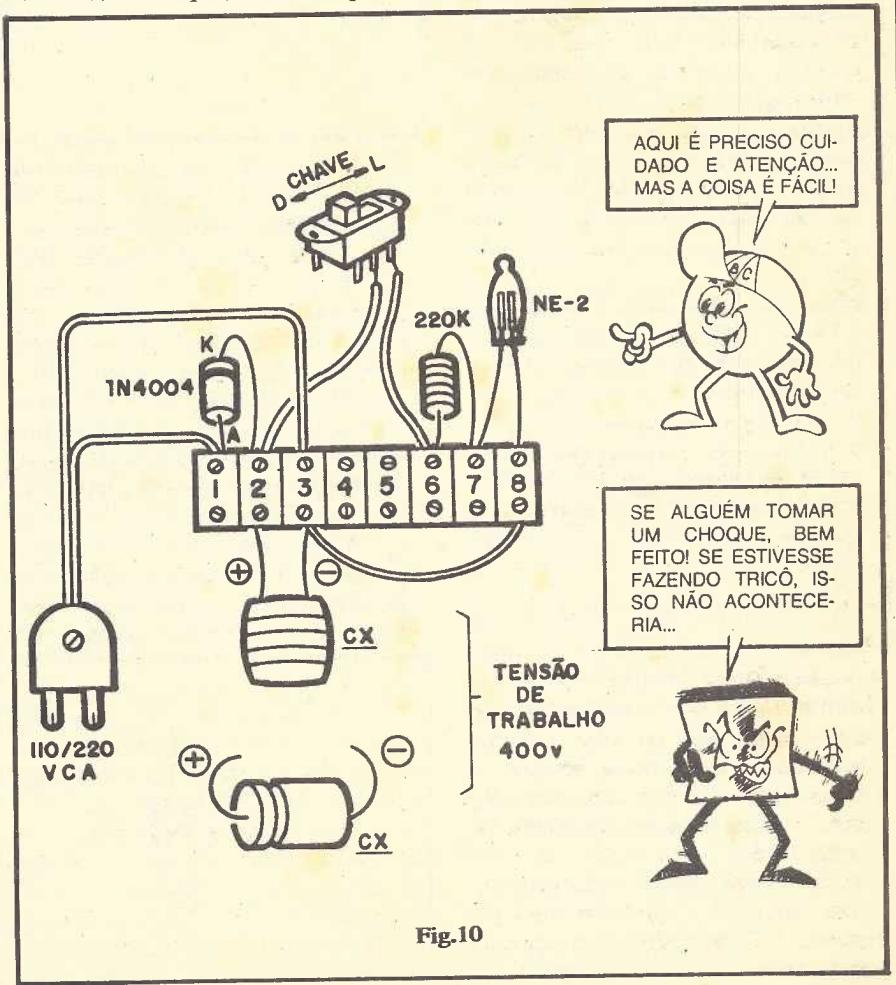

Fig.10
- FIG. 10 - "Chapeado" das ligações de experiência, ou seja: as peças já interligadas, em "vista real", conforme devem ser relacionadas com a barra "Sindal" que serve de base ao circuito. Notar a **numeração** atribuída aos segmentos da barra, apenas como referência para facilitar ao Leitor/Aluno a localização de cada ponto de ligação. O capacitor Cx será substituído ou trocado, ao longo das várias fases da experiência.
Observar (na fig. 10) que alguns segmentos centrais da barra não são utilizados para nada... Trata-se de uma mera medida de segurança, para "isolar" os dois blocos do circuito. ATENÇÃO com as isolações... Estaremos lidando com tensões elevadas (presentes na tomada da rede C.A. aí da casa do Leitor/Aluno...) e assim todo **cuidado é pouco!** Observar que nenhum terminal de componente **toque** partes metálicas de outras peças, a não ser via "miolo" metálico dos próprios segmentos da barra "Sindal" de interligação. MUITA ATENÇÃO às polaridades dos componentes que tenham essa característica (de "polarização"), quais sejam: o diodo, eventual capacitor eletrolítico de experimentação, etc. Durante as experiências, NÃO TOQUE nenhuma parte metálica do circuito... SOB NENHUMA HIPÓTESE faça essas experiências estando descalço, ou sobre chão molhado ou úmido.